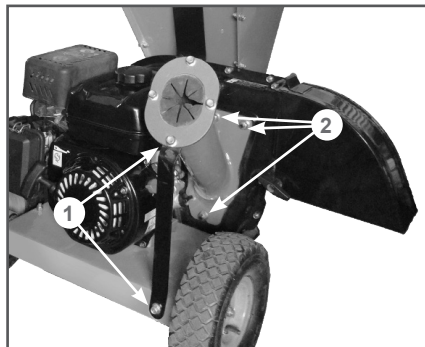

Рис. 20 Снятие воронки измельчителя
- Открутите два болта 1 крепления опорного кронштейна воронки измельчителя и снимите опорный кронштейн (Рис. 20).